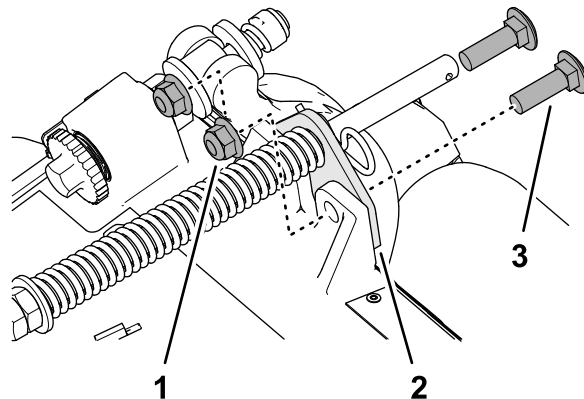

Bild 14
- Entfernen Sie die beiden Sicherungsbundmutter (3/8") und die beiden Schlossschrauben (3/8" x 1 1/4"), mit denen die Halterung des Rasenkompensierung am Rahmen des Mähwerks befestigt ist (Bild 14).